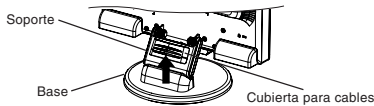

Figura A.4
3. Retire el conducto para cables (figura A.4).